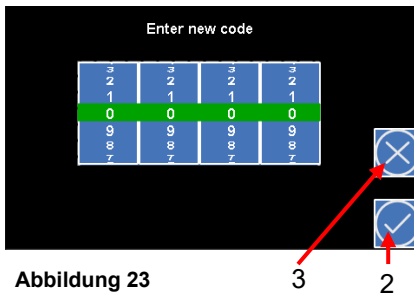

Abbildung 23
- Ist der Code korrekt, dann erscheint das Menü **Enter new code** (siehe Abbildung 23).
- Bestätigen Sie die Eingabe mit dem Icon **Übernehmen** (2).